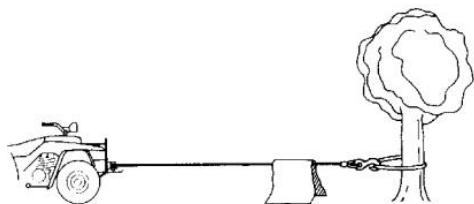

Figure 4
11. C'est une bonne idée de poser une couverture ou une veste épaisse sur le câble métallique près de l'extrémité du crochet lorsque vous tirez de lourdes charges (Figure 4). En cas de défaillance du câble métallique, le tissu agira comme un amortisseur et aidera à empêcher le câble de fouetter.